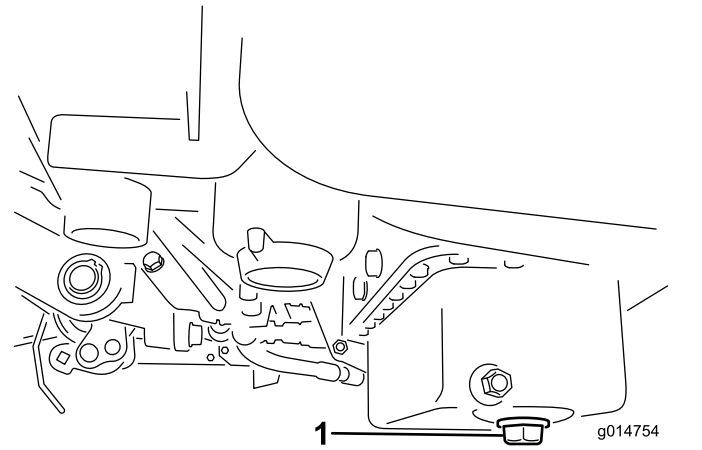

図 42
1. ドレンプラグを外してオイルを容器に受ける。オイルが抜けたらドレンプラグを取り付ける(図 42)。